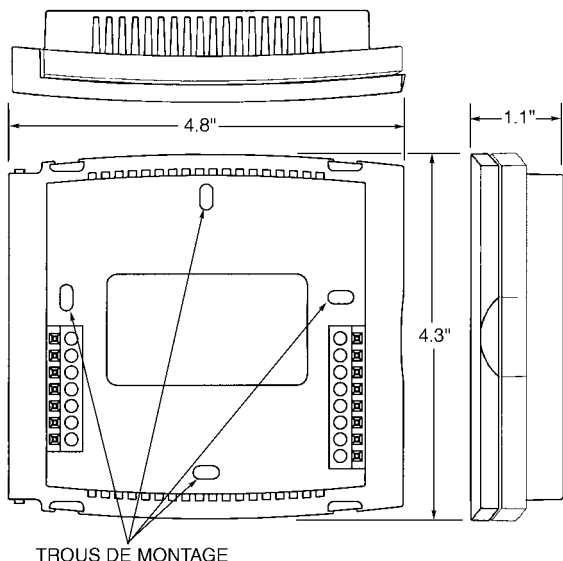

Fig. 1 — Montage du thermostat
3. Enlever le couvercle du thermostat de la plaque murale (support de montage) pour exposer les trous de montage. Voir Fig. 1. Le thermostat étant tourné vers l'avant, appuyer sur le coin supérieur gauche de la plaque murale pour libérer les deux ergots qui maintiennent la plaque sur le couvercle. Retirer le couvercle lorsque les ergots sont dégagés.